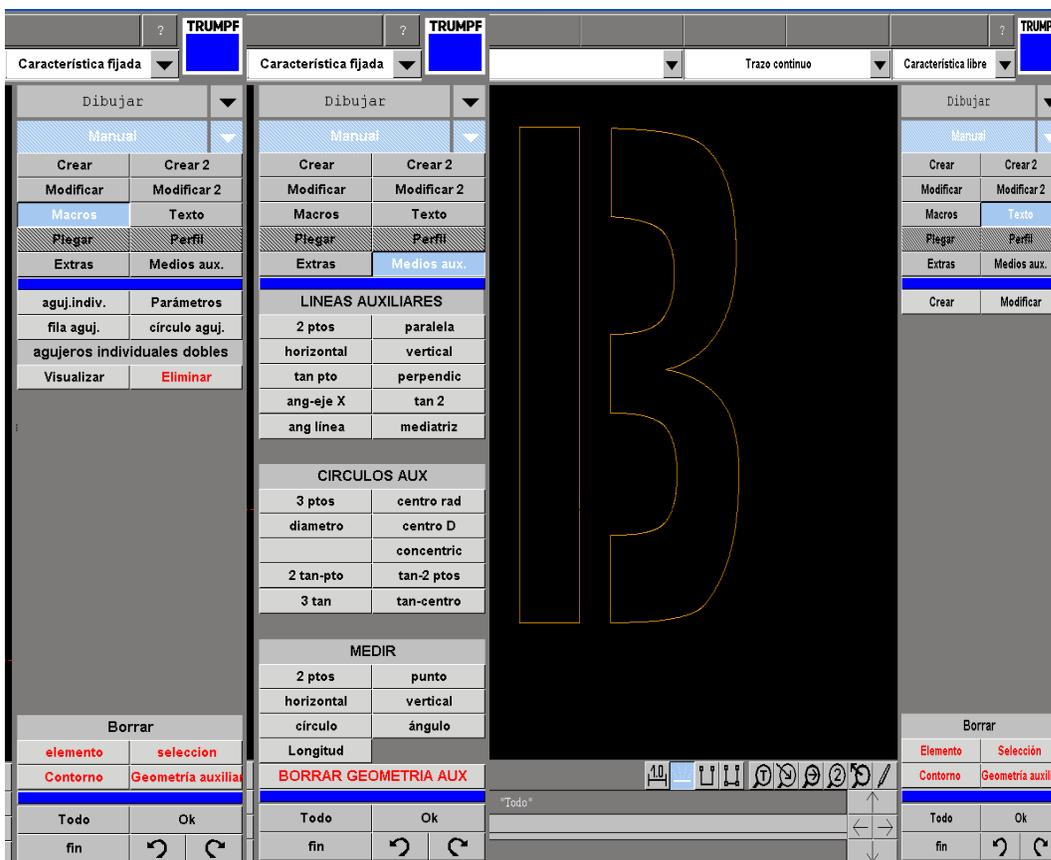

Figura 14.
**4.5.1.1.6. Texto:** en este apartado, se permite crear palabras o frases, con algunos de los formatos de letras que tiene Word, los cuáles se pueden granetear mediante un utillaje especial. También existen unos alfabetos creados específicamente para el vaciado de letras (dejando partes sin mecanizar para hacer de unión, como aparece en la figura 14).